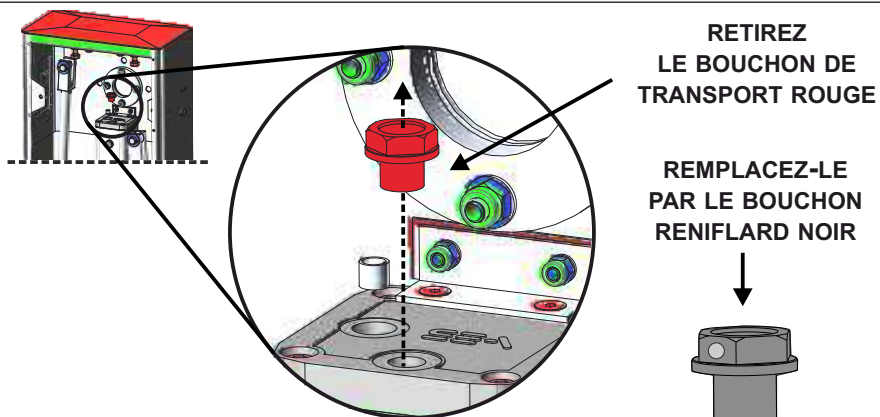

Fig. 17
10.1. Avant de la mise en service de la barrière, retirer le bouchon de transport rouge et le remplacer par le bouchon noir fourni et équipé d'un trou d'aération; Le bouchon se trouve sur le dessus de l'unité hydraulique - Fig. 17